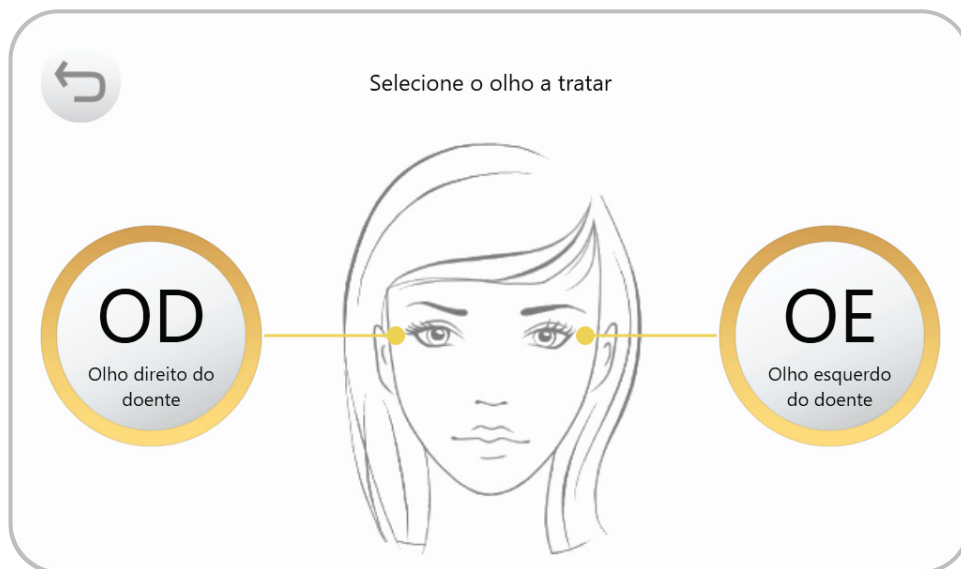

FIGURA 8
Se foi selecionado o tratamento de apenas de um olho, selecione no ecrã táctil qual o olho a ser tratado (Figura 8). Se foi selecionado o tratamento de ambos os olhos, este ecrã não é apresentado ao operador. O olho direito (OD) será sempre o primeiro olho a ser tratado, seguido pelo olho esquerdo (OS).